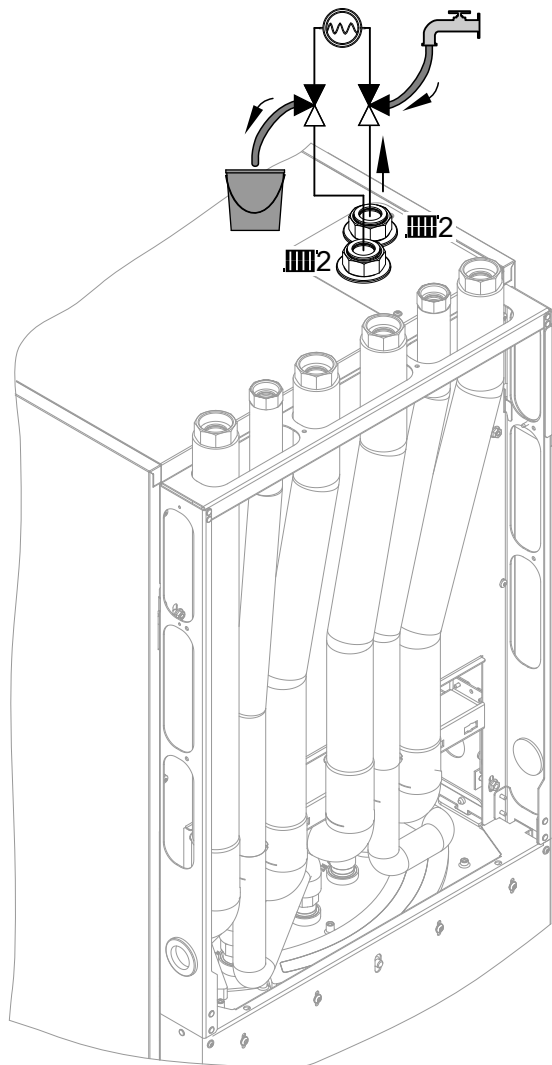

Abb. 76
4. 3-Wege-Kugelhähne im Vor- und Rücklauf Heiz-/Kühlkreis 2 gemäß Abb. 76 öffnen. Heizwasser über den Befüllschlauch einströmen lassen.